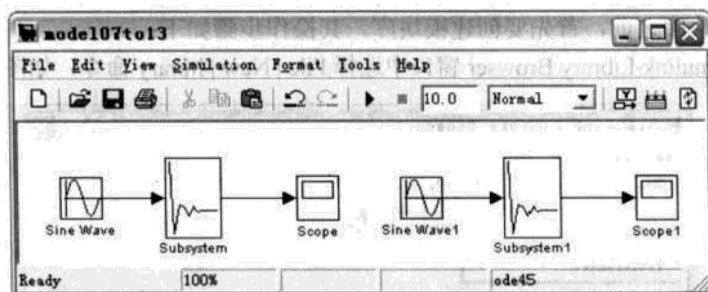

图 7.61 实例 0708 系统模型
(1) 如图 7.61 所示, 新建模型文件 model07to13.mdl, 在此模型中建立两个完全相同的系统, Subsystem 和 Subsystem1 模块都是来自自建的模块库中。